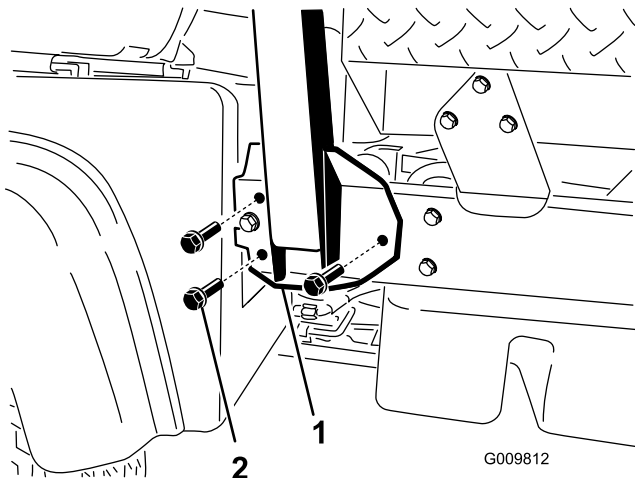

Figure 4
1. Placez chaque côté de l'arceau de sécurité en face des trous de montage de chaque côté du châssis du véhicule, comme illustré (voir Figure 4).